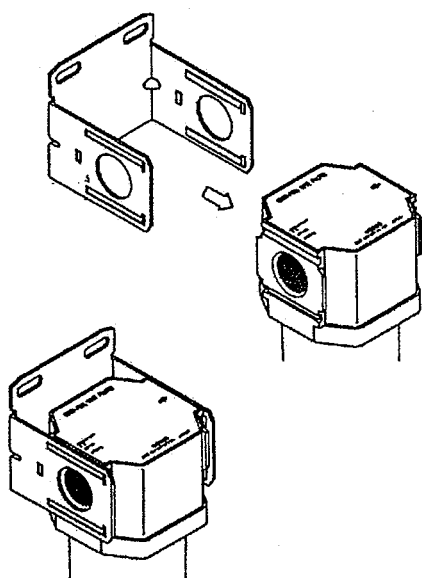

図3
- 1) オプション添付のC形ブラケット“B”を使用する場合は、製品に配管をねじ込む前に製品とC形ブラケットの取り付けを行ってください。取り付け方は、図3に示すように製品の凹みぞとC形ブラケットの凸みぞを合わせてC形ブラケットを押し込みます。（図3参照）